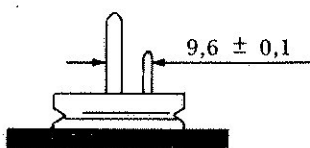

Fig. 15 Toleransen på svinghjulets autostopp-knast
- Hvis trekkmagnet slår inn: Undersøk motorens trekkkraft og drivremmens stramming. Videre de mekaniske overføringene fra trekkmagnet via autostopp-armen, svinghjulets autostopp-knast (se fig. 15) til tastaturets låsesleide.
- If the solenoid operate: Check the motor torque, the drive belt tension, the mechanical transmissions from the plunger via the auto stop lever, the flywheel kick pin (see Figure 15) right to the slide locking plate.